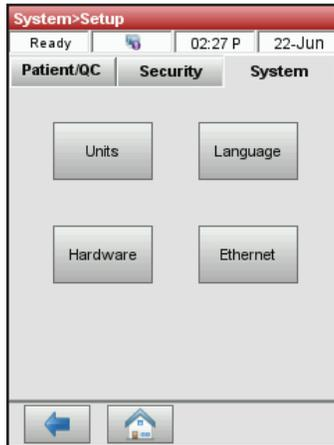

Figura 23. Schermo Gestione sistema> Configurazione
2. Dallo schermo Configurazione, toccare la scheda **Sistema** e poi toccare **Unità** (Figura 23).